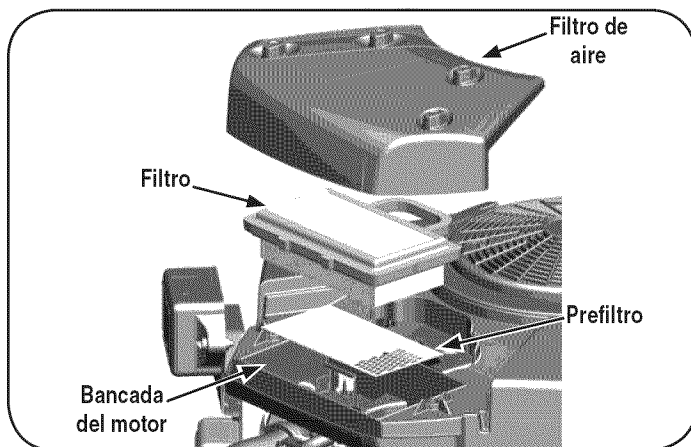

Figura 27
2. Para extraer el filtro de aire, levante el extremo del filtro. Vea la Figura 27.